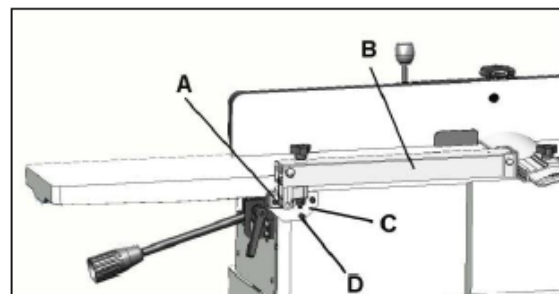

Рис. 2
С помощью 3 винтов с внутренним шестигранником (D, Рис. 2) прикрутите кронштейн защитного ограждения строгального вала (C, Рис. 2). Затем с помощью 2 винтов с внутренним шестигранником (A, Рис. 2) установите защитное ограждение (B, Рис. 2). Расстояние между ограждением и столом не должно превышать 75 мм.
2. Снимите защитное ограждение строгального вала, ослабив 2 винта с внутренним шестигранником (Рис. 2), затем выведите ось ограждения из отверстия.